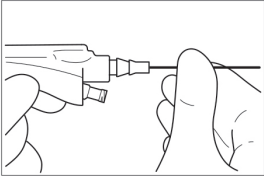

Abbildung 2
2. Die Faser in das Lumen-Instrument des XprESS laden (Abbildung 2).